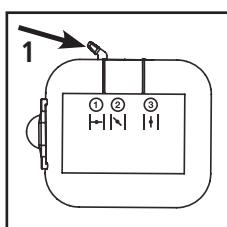

Fig. 13
2. Mova a alavancinha do afogador para a Posição "1", (Fig. 13).